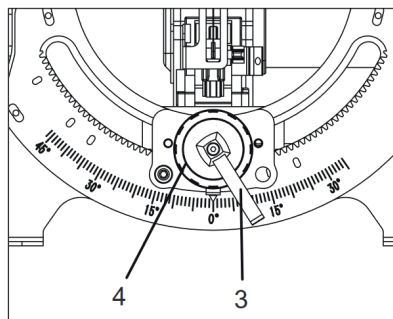

ABBILDUNG 3
2. Prüfen Sie, ob der Zeiger auf der 0-Skala steht. Ist dies nicht der Fall, lösen Sie zunächst den Feststellgriff für die Tischhöhe (Abb. 3, 3) und drehen Sie den Knopf für die Tischhöhe (4), um den Tisch abzuschrägen, bis er ungefähr im rechten Winkel zur Klinge steht.